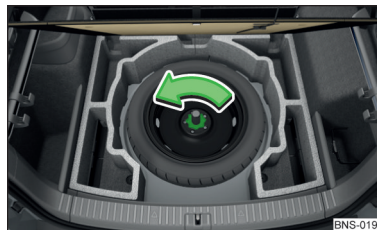

Fig. 338
- » Deșurubați piulița de siguranță în sensul săgeții » fig. 338 și scoateți roata.
- » Înșurubați piulița de siguranță în sensul opus săgeții, până la capăt » fig. 338.